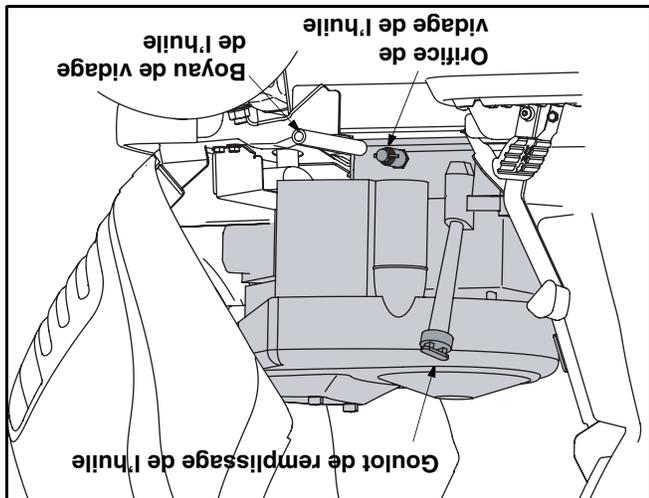

Figure 15
- Dévissez le bouchon d'huile et sortez la jauge à huile du goulot de remplissage. Voir la Figure 15.
- Soulevez le capuchon de protection à l'extrémité de la soupape de vidange de l'huile pour exposer l'orifice de vidange. Voir la Figure 15.
- Enfoncez légèrement la soupape de vidange de l'huile, puis faites-la tourner dans le sens contraire aux aiguilles d'une montre et sortez-la pour faire arriver l'huile. Voir la Figure 15.